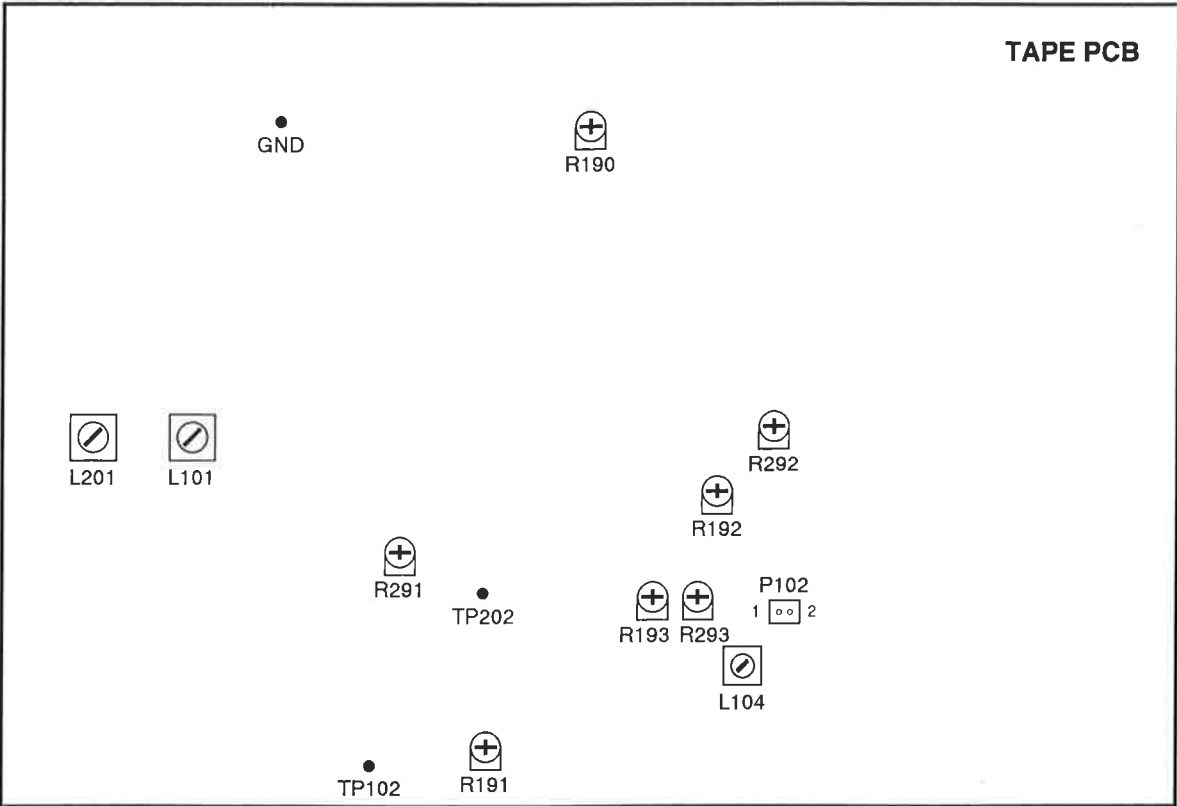

Fig. 4-2
- 3. Adjust R190 (Fig. 4-2) on the TAPE PCB to get the adjustment value of 2,980 to 3,020Hz.
- 3. 周波数値が3,000 ± 20HzとなるようにTAPE PCBのR190 (Fig. 4-2) を調整する。